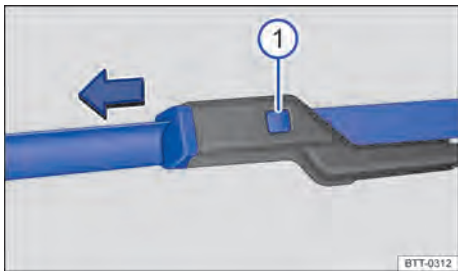

Fig. 157 Sustituir las escobillas de los limpiaparabrisas.
- Mantenga la tecla de desbloqueo → fig. 157 ① pulsada y, al mismo tiempo, retire la escobilla de los limpiaparabrisas en el sentido de la flecha.